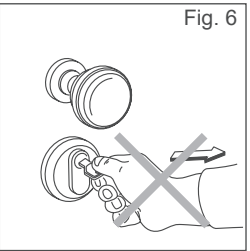

Fig. 6
- Den Schlüssel nicht zum Ziehen oder Drücken der Tür verwenden (Abb. 6).
- Gebruik de sleutel niet om de deur te trekken of te duwen (afb. 6).
- Не используйте ключ для притягивания или оттачивания двери (рис.6).